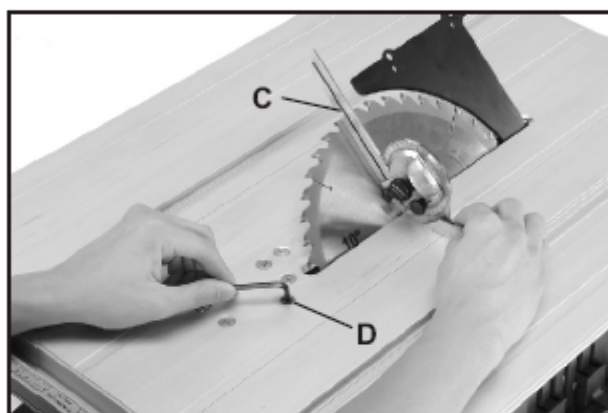

Fig 18.
5. Placez une équerre (C de la Fig. 18) sur la table avec un de ses côtés contre la lame, conformément à l'illustration, et vérifiez que la lame est à 45 degrés par rapport à la table. Puis réglez la vis de manière à ce qu'il n'y ait pas de jeu entre l'équerre et la lame.